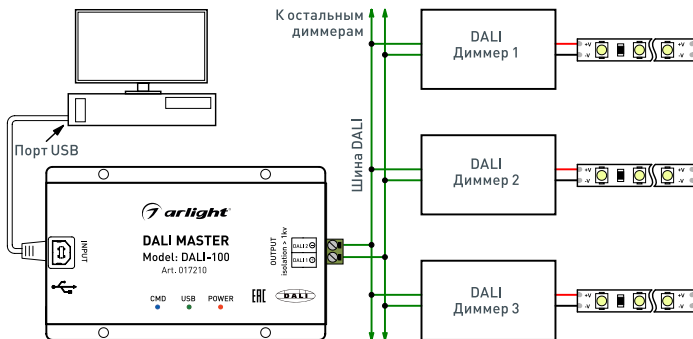

Рис.1. Схема соединения оборудования.
- 3.2. Подключите диммер DALI или другое оборудование DALI к выходу OUTPUT контроллера (см. Рис.1).